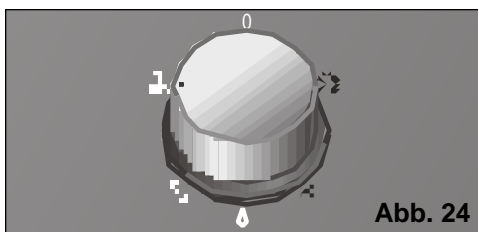

Abb. 24
- Wählen Sie am Funktionswahlschalter den "maximalen"  oder den "leisen Luftreinigungsbetrieb"  aus **Abb. 24**. (In der Funktion "Leise Luftreinigung" ist der Luftdurchsatz des Gerätes geringer).